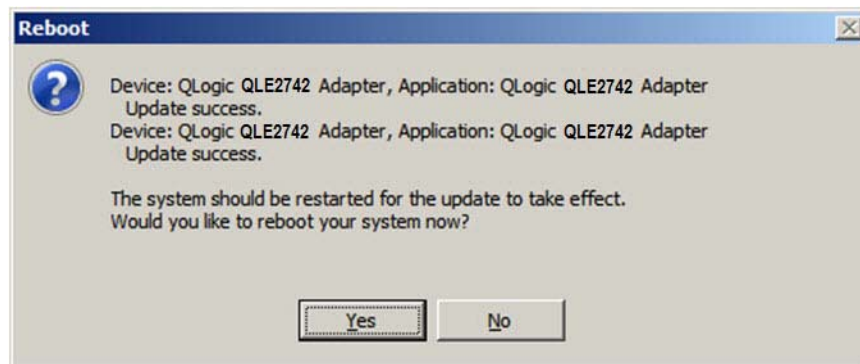

Figura 3-4. Resultado da instalação
3. Quando a instalação estiver concluída, o instalador indica o resultado (Figura 3-4). Clique em **Sim** para a opção de reinicializar.